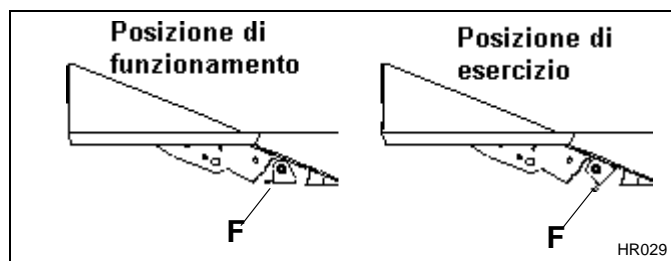

Figura 3C
1. Ruotare il meccanismo anti-oscillazione **(F)**, situato sotto il pannello sinistro sul pianale, in posizione Service (manutenzione) come in Figura 3C.
4. Ruotare il meccanismo anti-oscillazione **(F)** in posizione di funzionamento come in Figura 3C.